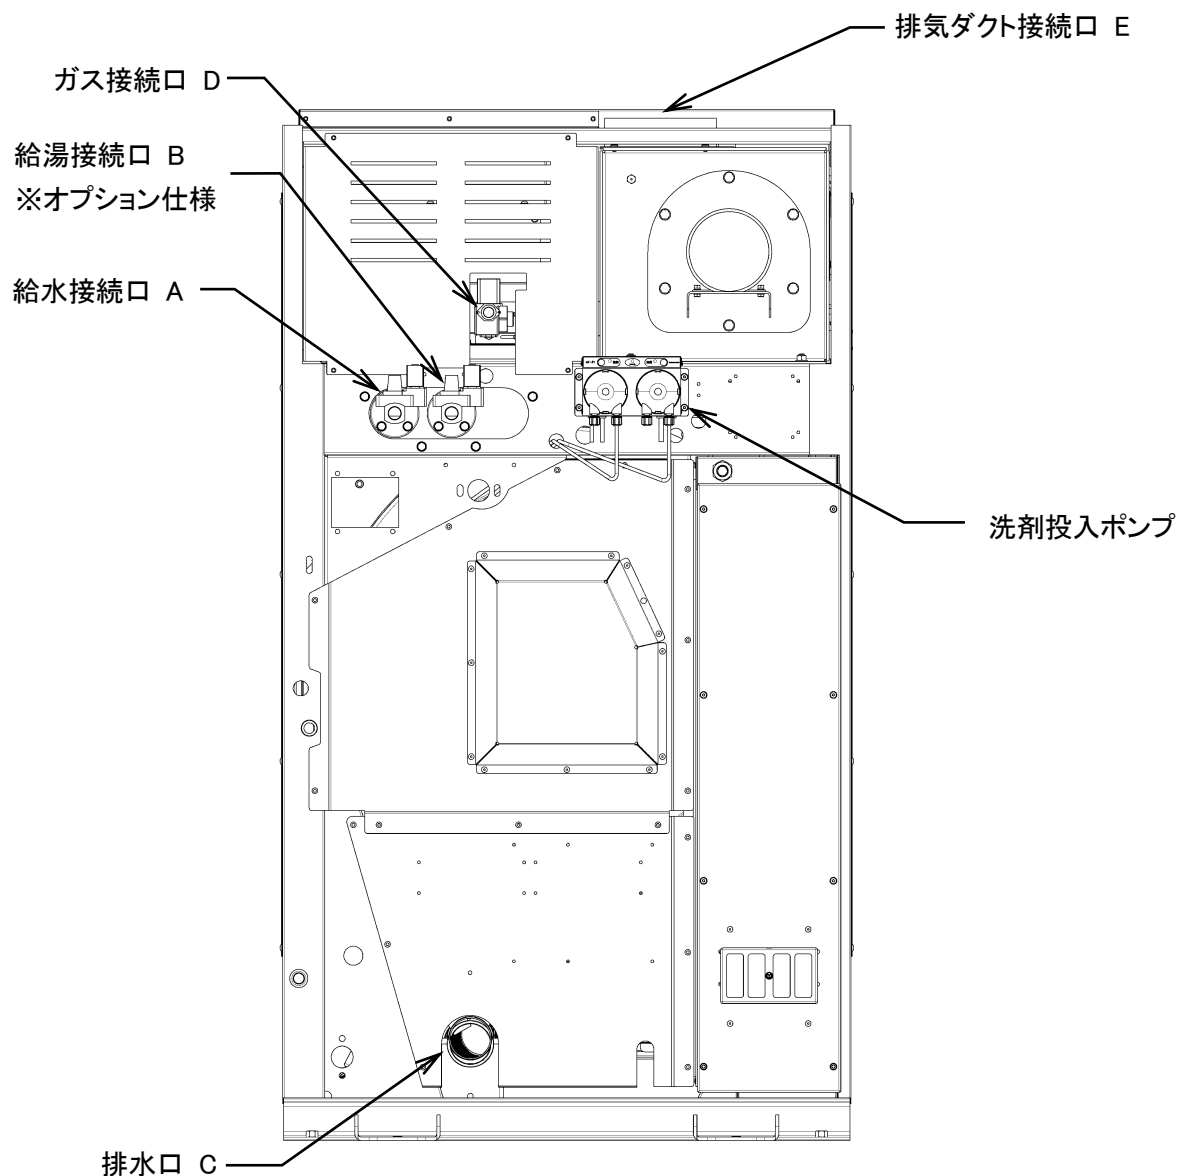

図 5-1
- ・ 給水接続口 A に配管を接続します。(図 5-1)
- ・ 給水接続口 B に配管を接続します。(図 5-1)
- ・ 排水口 C に配管を接続します。(図 5-1)
- ・ ガス配管接続口 D に配管を接続します。(図 5-1)
- ・ 機械は洗剤・助剤投入ポンプを標準装備しています。(図 5-1)
- ・排気ダクト接続口 E にダクトを接続します。機械の排気ダクト径は、外形は  $\phi 198\text{mm}$  です。(図 5-1)